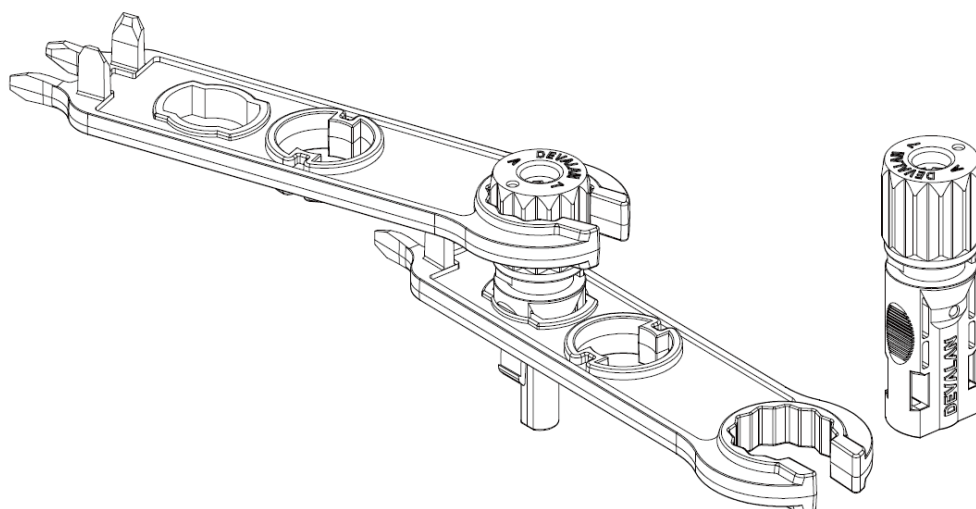

Рисунок 5.5. Соединение кабеля, торцевой гайки и контактного штыря.
- с) Вставьте контактный штырь в верхнюю часть коннектора и завинтите торцевую гайку в верхнюю часть коннектора, см. Рисунок 5.5.